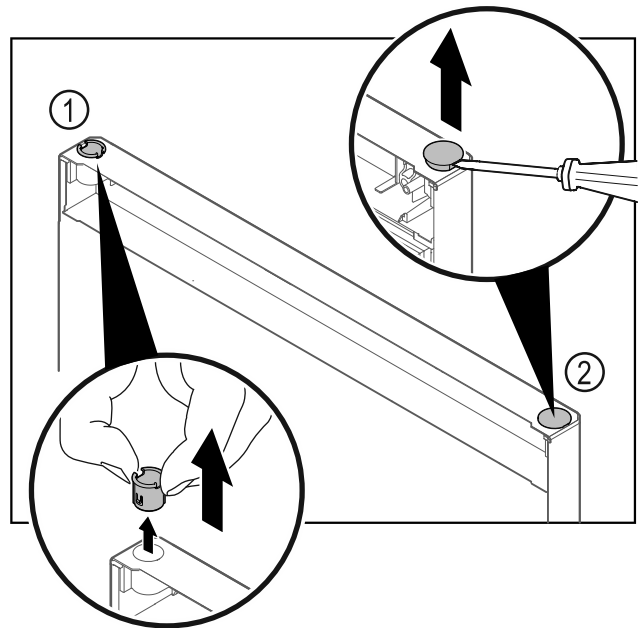

Fig. 24
- ▶ Scharnierbuchse Fig. 24 (1) mit den Fingern herausziehen.
- ▶ Abdeckstopfen Fig. 24 (2) vorsichtig mit einem Schlitzschraubendreher anheben und herausziehen.